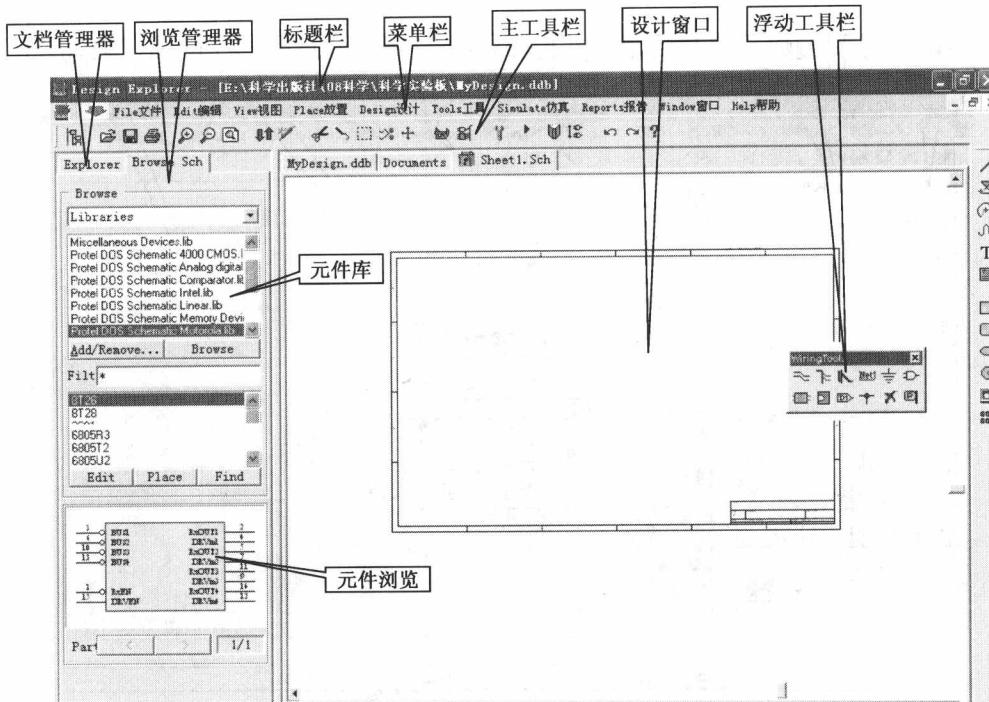

图 1-16 原理图设计界面
4) 双击原理图文件或单击设计管理器原理图文件名图标即可启动原理图编辑器，进行原理图设计，如图 1-16 所示。